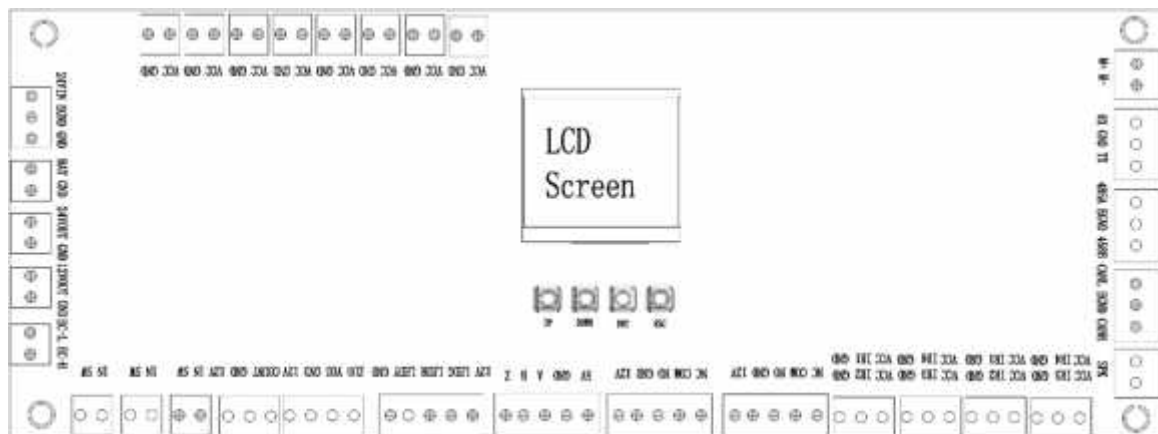

Figura 3-1
2. Hay 4 botones en la placa de control: **UP**, **DOWN**, **ENT**, y **ESC**, mostrados en la Figura 3-1: